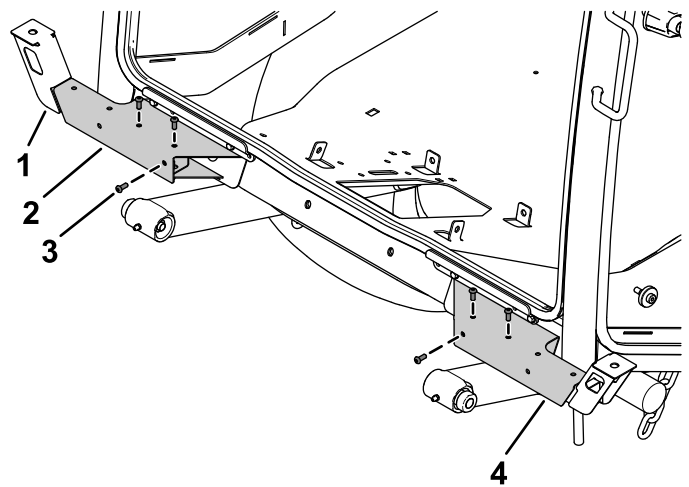

Figura 15
2. Fissate il supporto del faro sinistro e di quello destro sulle basi dei fari inserendo 3 bulloni a testa bombata (1/4" x 5/8") nelle piastrine per viti autofilettanti di ciascun lato (Figura 15).